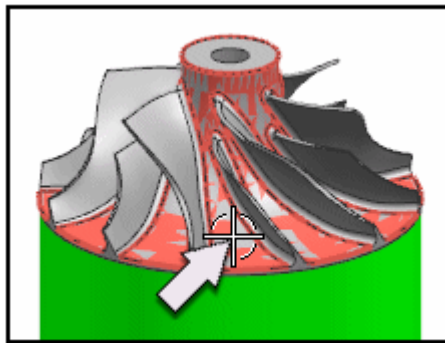

Рисунок 3.8 – Выбор геометрии ступицы
- Выберите листовое тело для ступицы (рисунок 3.8).